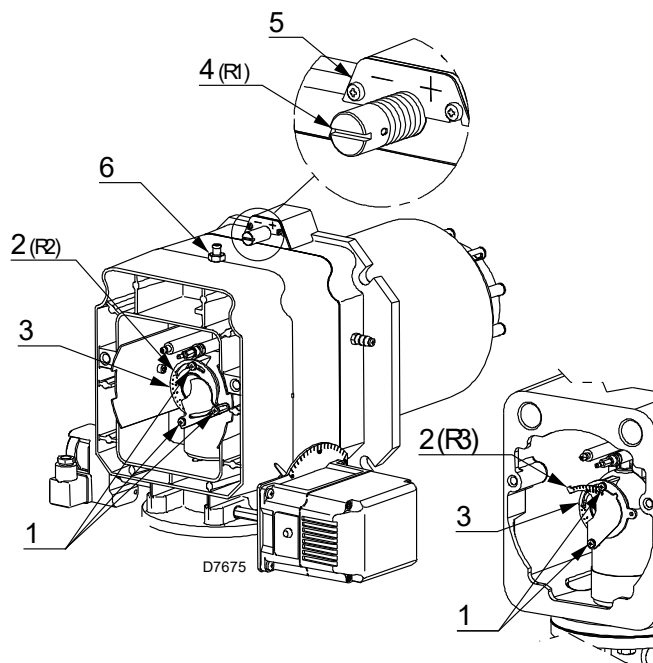

Рис. 19
- Поверните винт 4) (Рис. 19) так, чтобы полученная метка совпала с передней поверхностью 5) фланца.
- Отверните 3 винта 1) (Рис. 19) и поверните круглую гайку 2) так, чтобы открывшаяся метка совпала с указателем 3).